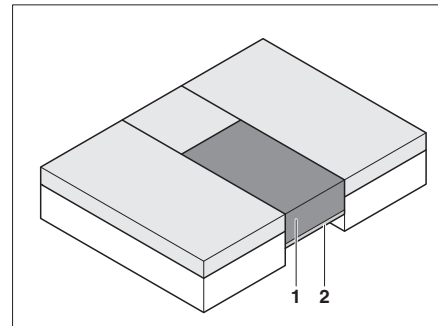

Fig. 77 Después de la transformación
- Poner el cojín adicional (Fig. 77,1) sobre el somier extraído (Fig. 77,2).
Para colocar el cojín adicional (Fig. 77,1) a la misma altura que los otros cojines, se debe presionar hacia dentro firmemente.
- ▷ Colocar el cojín adicional (Fig. 77,1) y sentarse en él.